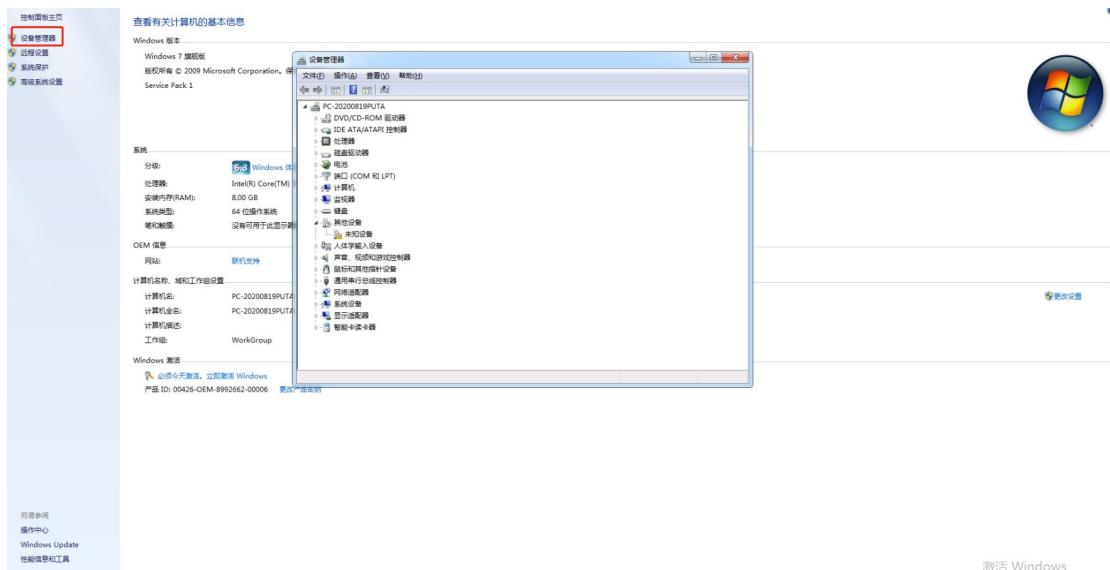

图 1-8
1、查看试验数据前，首先按照以下步骤，打开电脑的“控制面板”.选择“设备管理器”就会出现如图 1-8 的界面；